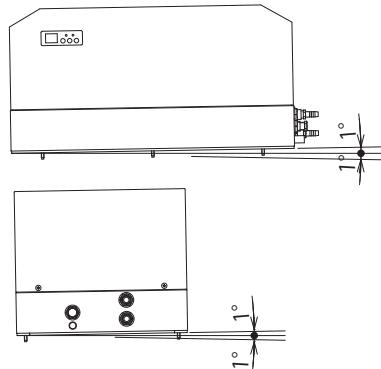

図2 取付角度
- 前後左右とも傾きがないよう($\pm 2^\circ$ 以下)に、水準器などで確認してください。(図2)